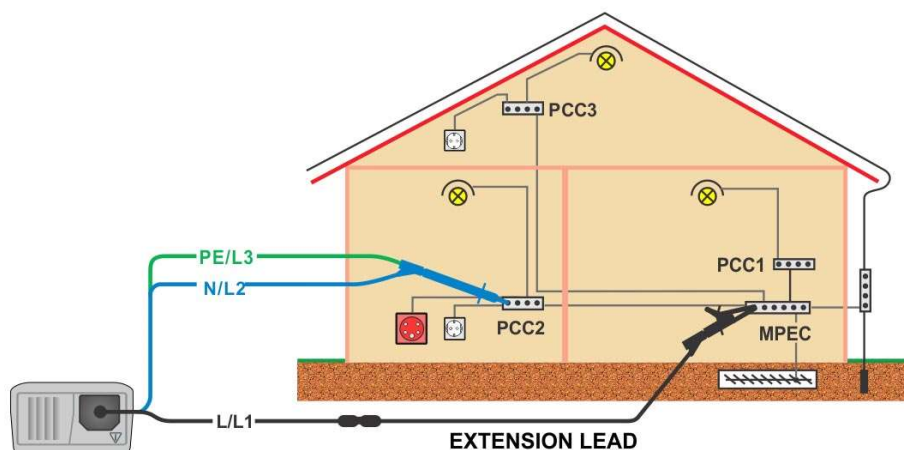

figura 5.9: Collegamento di 3 fili puntale più prolunga opzionale
- ☐ **Collegare** i puntali al cablaggio PE appropriato (vedi figura 5.9).